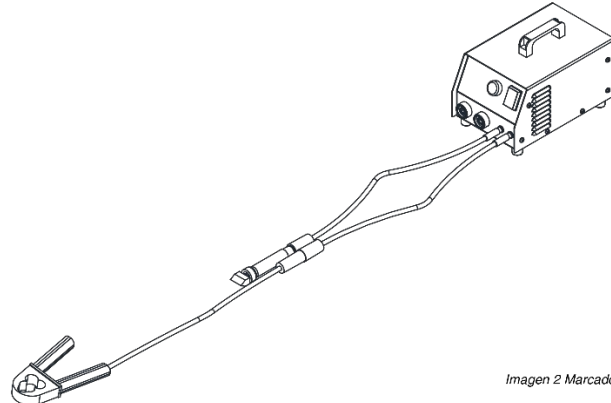

Imagen 2 Marcado
- Connectez les câbles de masse et de brosse aux connecteurs situés à l'avant de la machine, selon qu'il s'agit d'une tâche de nettoyage (fig. 1) ou de marquage (fig. 2).